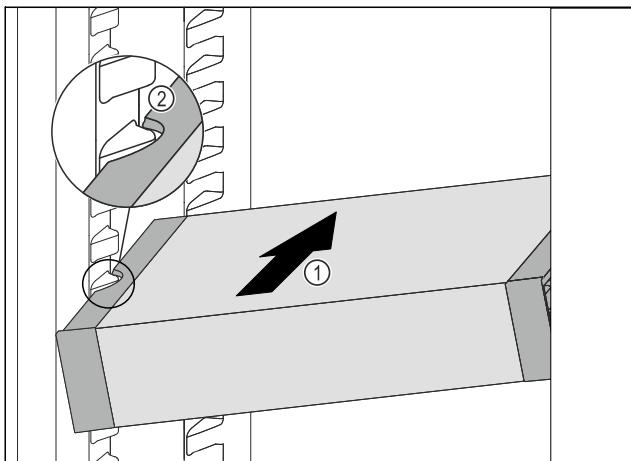

Fig. 94
- Вдвигайте VarioSafe под наклоном в холодильное отделение Fig. 94 (1), пока боковые выемки Fig. 94 (2) VarioSafe не окажутся на высоте выступа резервуара в холодильном отделении.